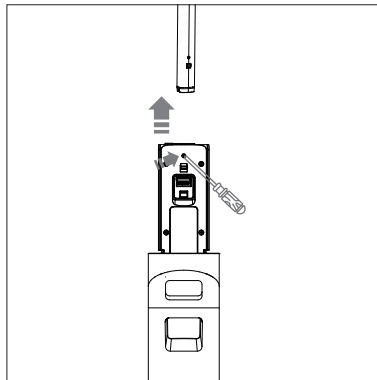

Abb. 29 – Griff entfernen
- ▶ Drücken Sie mit einem geeigneten Werkzeug (z. B. ein Schraubendreher) in die kleine Öffnung unterhalb des Griffs und ziehen Sie den Griff nach oben heraus (**siehe Abb. 29**).